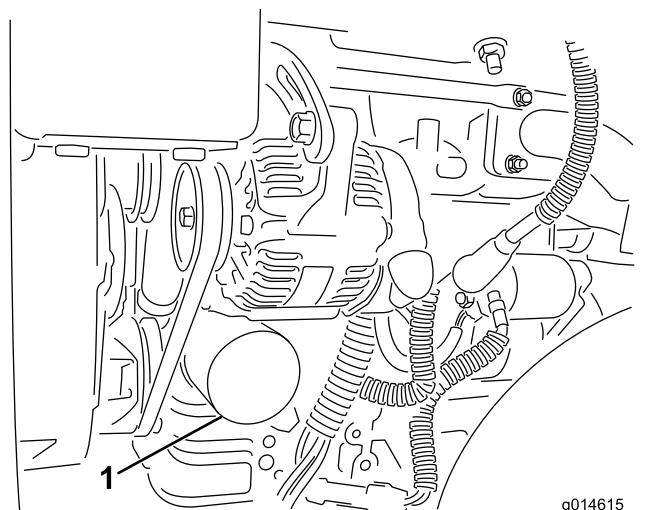

Figura 27
2. Retire o filtro do óleo (Figura 27). Aplique uma leve camada de óleo limpo na gaxeta do novo filtro.